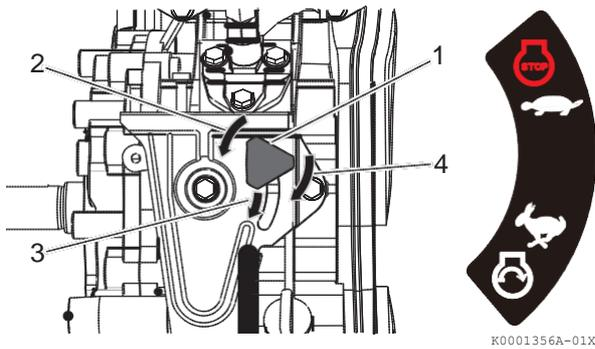

Figure 5
3. Si votre commande de vitesse moteur est similaire à la **Figure 5** :
- (a) Tournez le bouton de la commande de vitesse **(Figure 5,(1))** vers la gauche **(Figure 5,(2))**.
- (b) Faites glisser le bouton de commande sur position DÉMARRAGE (START) **(Figure 5, (3))**.
- (c) Tournez le bouton de commande vers la droite pour le serrer **(Figure 5, (4))**